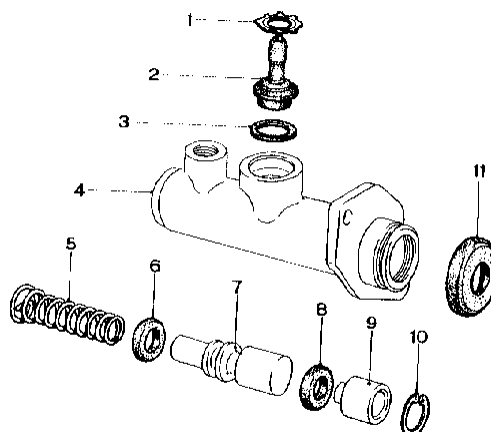

Fig.2. Vue éclatée du maître-cylindre de freins.
- Dégager et faire sortir le capuchon (11,fig2) de la rainure sur le corps du maître-cylindre. -
- L'on pourra ainsi sortir de l'intérieur du corps du maître-cylindre (4) : Le piston (9), la coupelle(8), le porte-coupelle (7) avec la coupelle-soupape (6) et enfin le ressort (5) de rappel de piston.